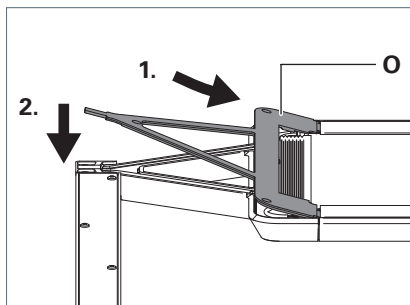

Fig. 17: Abdeckung montieren.
1. Setzen Sie die Abdeckung **O** mit den drei Laschen an der Unterseite der Abdeckung in die Aussparungen am Leuchtenkopf und drücken Sie die Abdeckung fest, siehe Fig. 17.